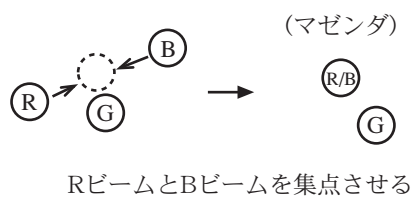

図1-2
- (1) パターンジェネレータより、ドットパターン信号を受像します。
- (2) 画面中央部に注目し、RビームとBビームを完全に集点し、マゼンタ色のビームになるように、4極マグネット2枚にて調整します。(図1-2参照)